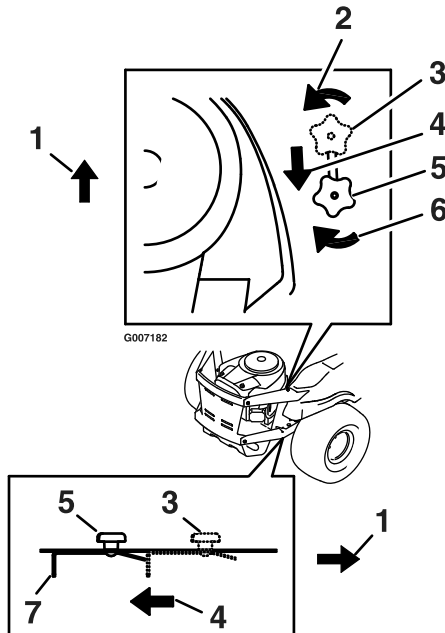

Figure 20
3. Repérez les boutons de déblocage de dérivation de chaque côté du plancher moteur (Figure 20).
4. Tournez le bouton dans le sens antihoraire pour le desserrer. Tirez ensuite le levier de déblocage, situé sur le dessous de la machine (Figure 20), vers l'arrière de la machine et resserrez le bouton pour maintenir le levier en position débloquée. Répétez cette procédure de chaque côté de la machine.
Desserrez le bouton de dérivation, poussez les leviers de déblocage en avant et resserrez le bouton pour engager le système de transmission (Figure 20).